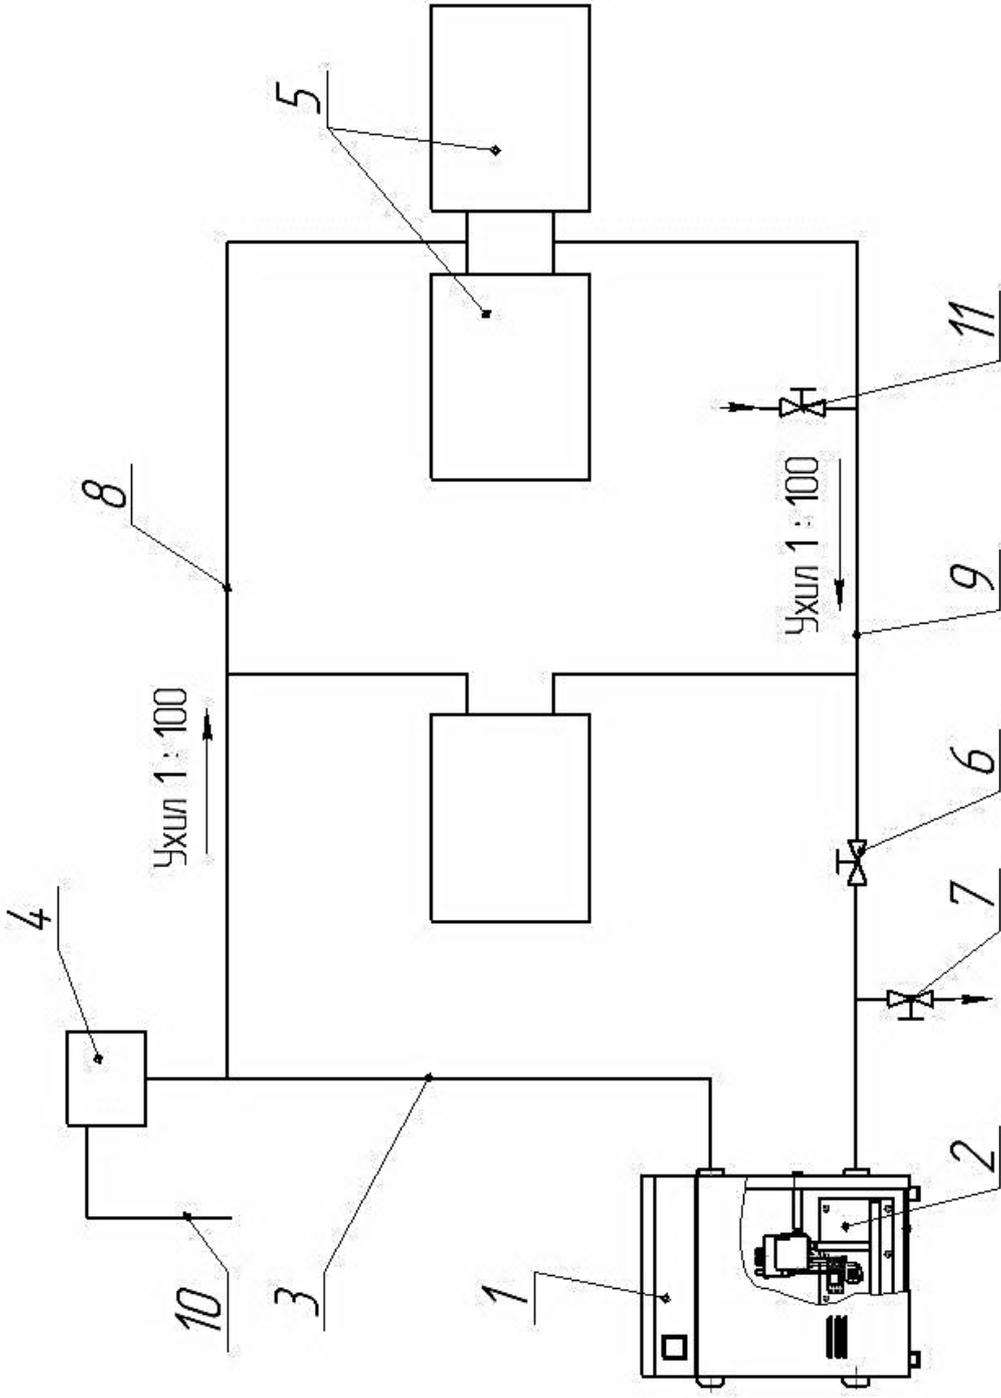

Рисунок 4 – Принципова схема підключення котла КС-Г до системи опалення з природною циркуляцією теплоносія
- перевірити, чи відкритий пробковий кран 6 (рисунок 4);
- за допомогою триходового крана 9 рис. 4а – від'єднати тепломережу;
5.5.1 В системі опалення обов’язкова наявність розширювального бака закритого або відкритого типу. В системах опалення відкритого типу розширювальний бак 4, згідно з рисунком 4, повинен бути розміщений у найвищій точці системи і встановлений в опалювальному приміщенні. При встановленні розширювального бака в приміщенні, що не опалюється, його необхідно утеплити, щоб уникнути замерзання. Місткість розширювального бака повинна бути менше 5% об’єму води системи опалення. В системах опалення закритого типу, крім розширювального баку 4 (рис. 4а), обов’язково установка манометра 2 та запобіжного клапану 10.
Рисунок 4а – Схема підключення котла до опалювальної системи з примусовою циркуляцією теплоносія
8.1.1 Наповнення закритої системи опалення, з примусовою циркуляцією теплоносія, потрібно виконувати за допомогою вентиля 15, згідно з рис. 4а, до появи в системі надлишкового тиску  $0,08 \dots 0,1 \text{ МПа}$  ( $0,8 \dots 1 \text{ кгс/см}^2$ ) на шкалі манометра 2, при робочій температурі теплоносія. Наявність в закритій системі запобіжного клапана 10 налаштованого на тиск  $0,2 \dots 0,25 \text{ МПа}$  ( $2 \dots 2,5 \text{ кгс/см}^2$ ) – **обов'язкова**.